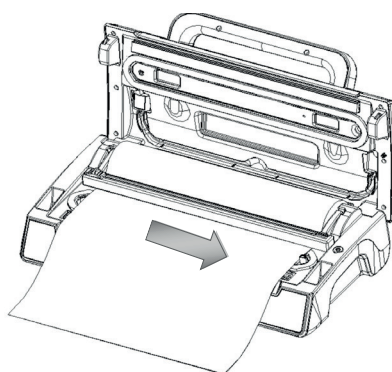

Fig. 4
4. Sett ned kuttestativet og sørg for at det er på rett sted på posen, og dra deretter kutteren fra en side til den andre for å kutte posen (Fig.4).